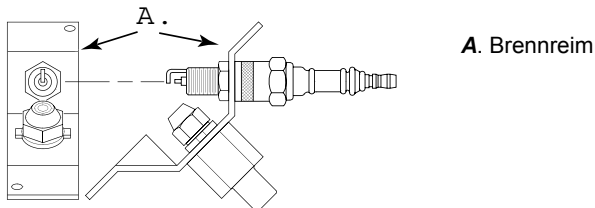

Figur 11 – Fjerning av tennplugg 10 kW Modell.
4. Kople tennkablene (7+8) fra tennspolen (se figur 11). Trekk tennkablene opp gjennom hullet i det nedre dekslet.
5. Kople fra brennstoffslangen og luftslangen. Ta fotocellen ut av braketten (se figur 11).